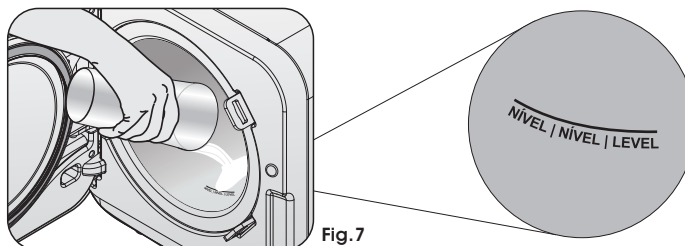

Fig. 7
- b► Abra la puerta del autoclave, retire las bandejas y usando el vaso, coloque la cantidad correcta de **agua destilada** directamente en la cámara (recipiente de presión), **hasta que alcance la marca de nivel de agua antes** de cada ciclo de acuerdo con fig. 7: